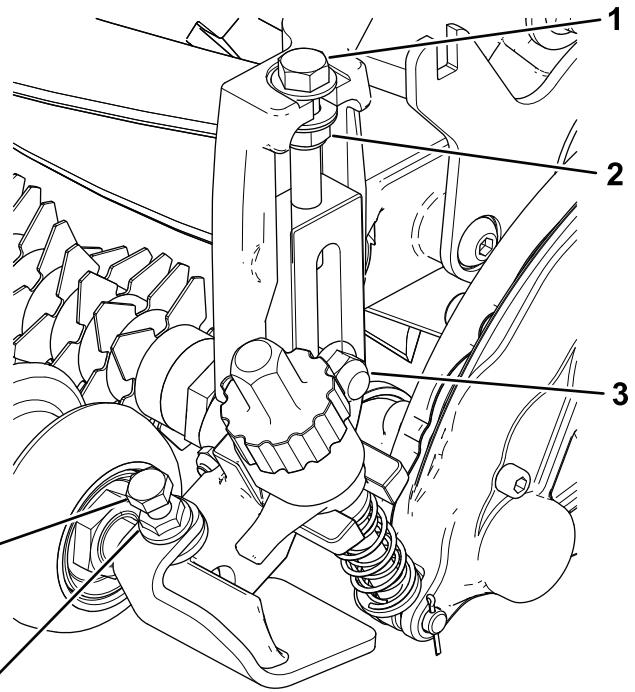

Figura 14
4. Serrate i bulloni a testa tonda e i dadi di bloccaggio che fissano i gruppi delle staffe dell'altezza di taglio alle piastre laterali (Figura 14).
5. Serrate il dado di bloccaggio sul bullone di regolazione dell'altezza di taglio, quindi allentate il dado di bloccaggio di  $\frac{1}{2}$  giro (Figura 14).
6. Centrate il rullo anteriore tra i gruppi della staffa dell'altezza di taglio e bloccatelo in posizione con le viti a testa cilindrica e i dadi flangiati (Figura 14).